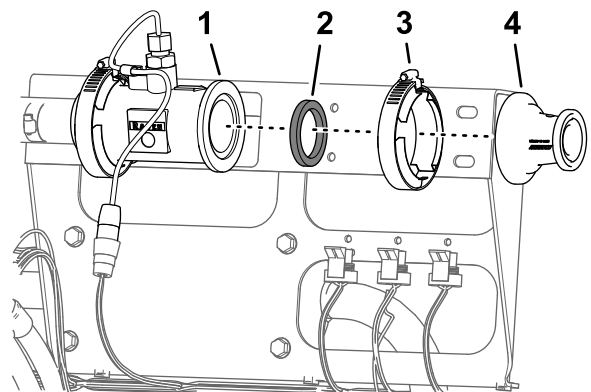

Bild 71
- Entfernen Sie die Flanschklemme (51 mm) und die Dichtung (38 mm), mit denen der Flansch des Adapters am Flansch des Durchflussmessgeräts befestigt ist (**Bild 71**).